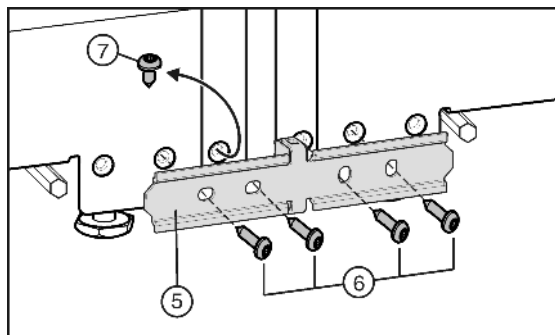

Fig. 6
- ▶ Dacă aparatul dumneavoastră a fost dotat cu șurubul preinstalat Fig. 6 (7): Deșurubați șurubul.
- ▶ Fixați provizoriu tabla de îmbinare Fig. 6 (5) la un aparat cu două șuruburi Fig. 6 (6).